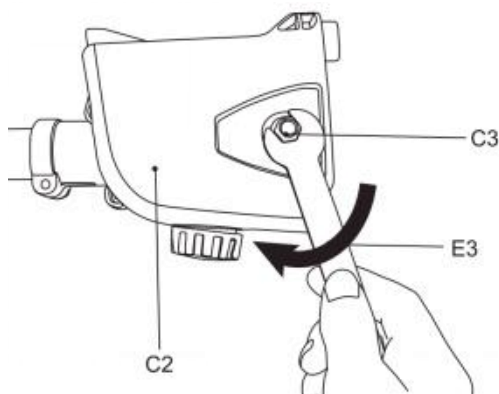

Fig. 12
8) Sätt tillbaka kåpan (C2), montera den bakre delen av kåpan sedan framsidan, se till att stiftet sitter på plats. Dra åt den återstående muttern (C3) något med hjälp av monteringsnyckeln (E3) (Fig. 12). Dra inte åt muttrarna helt eftersom sågkedjan måste spännas först.